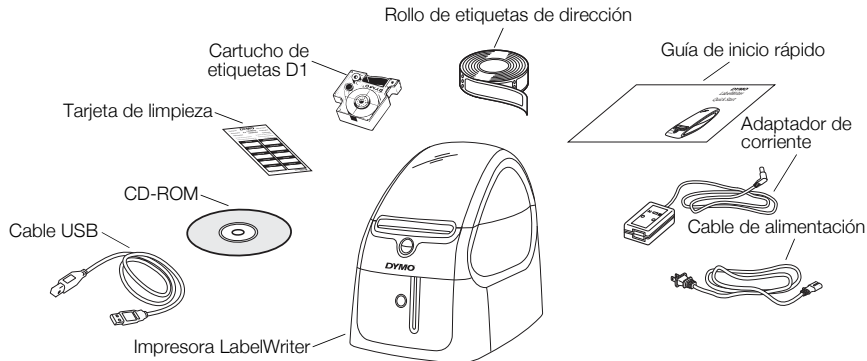

Figura 1
- 2 Asegúrese de que dispone de todos los elementos que se muestran en la Figura 1. (Es posible que las etiquetas incluidas en el paquete sean diferentes.)